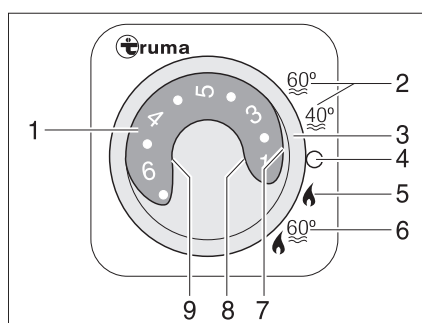

Fig. 165 Unité de commande pour chauffage/chauffe-eau
- Régler le mode de régime à l'aide de l'interrupteur tournant (Fig. 165,3).
Le chauffage règle le degré d'allumage automatiquement en fonction de la température ambiante requise. Une fois que la température ambiante désirée est atteinte, le brûleur s'éteint. La température intérieure est mesurée avec la sonde de température qui se trouve à côté du panneau de contrôle. En mode "Chauffage et chauffe-eau" (Fig. 165,6) l'eau est également chauffée dans le chauffe-eau. Il est possible de faire fonctionner le chauffage en mode "Chauffage sans chauffe-eau" (Fig. 165,5) et le chauffe-eau vide.
- Régler le bouton tournant de température (Fig. 165,1) de l'unité de commande sur la température de chauffage désirée.
- Régler l'interrupteur tournant (Fig. 165,3) en régime hiver "Chauffage sans chauffe-eau" (Fig. 165,5) ou en régime hiver "Chauffage et chauffe-eau" (Fig. 165,6).
Le voyant de contrôle vert (Fig. 165,7) s'allume.
- Régler l'interrupteur tournant (Fig. 165,3) sur "O" (Fig. 165,4).
La combinaison régime au gaz et régime électrique 230 V permet de raccourcir la période de chauffage (uniquement possible lorsque le chauffage sur l'unité de commande (Fig. 165) est réglé sur régime hiver).